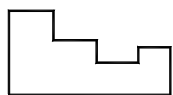
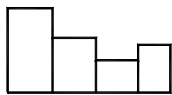

Fig. U3.17
Fig. U3.18
7. Desenul din Fig. U3.17 trebuie completat (cu *LINE*) ca în Fig. U3.18. Care dintre modurile *Osnap* de mai jos trebuie activate (făcute permanente) cu comanda *OSNAP* sau *DDOSNAP*?